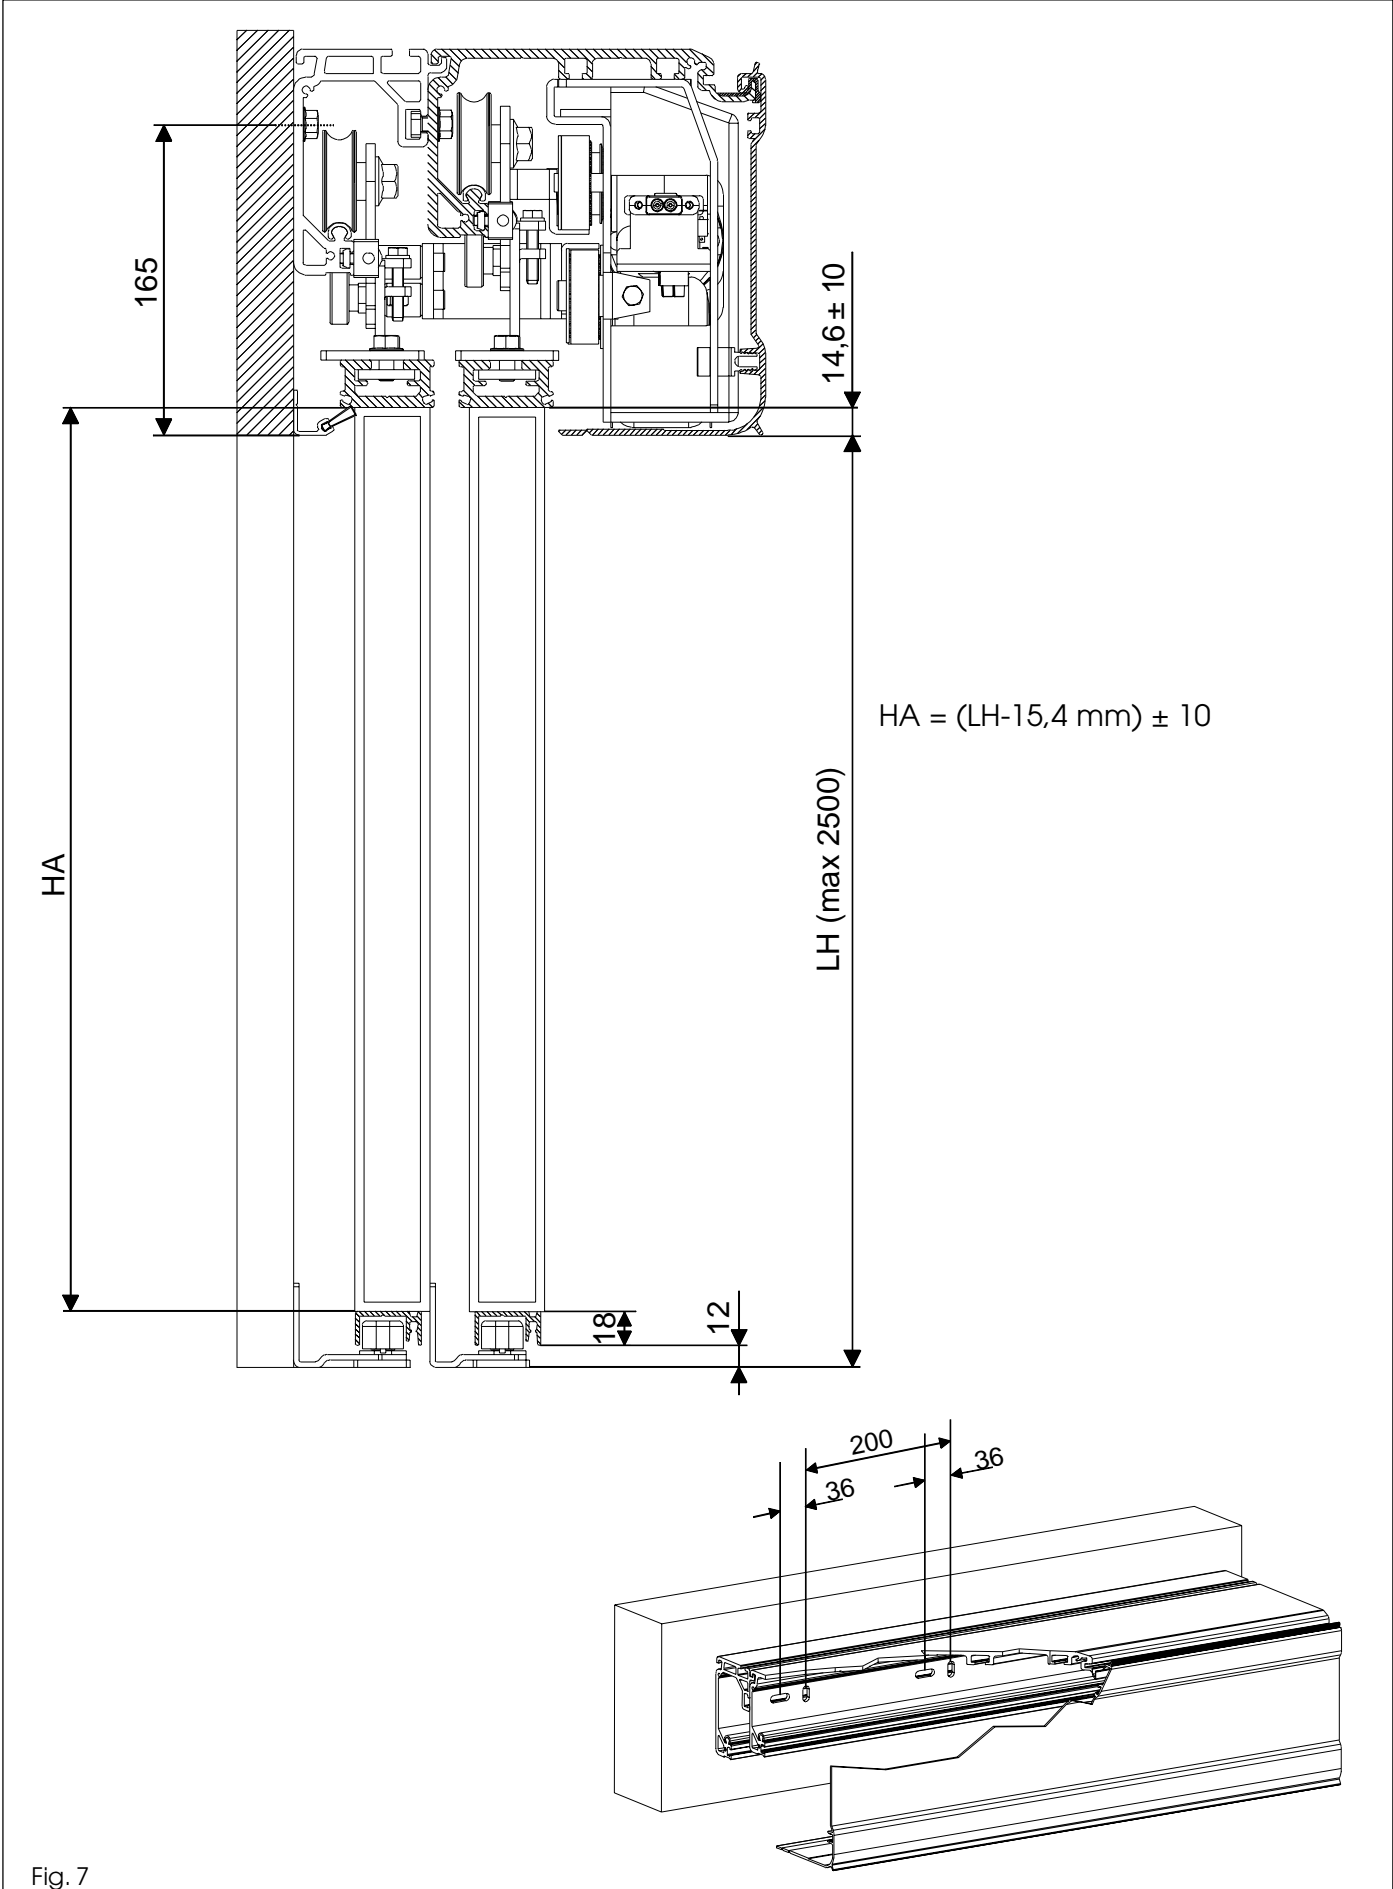

Fig. 7
•Stabilire l' esatta collocazione della traversa considerando gli ingombri di fig. 7. La traversa deve essere fissata parallela al pavimento.
•Fissare la traversa inizialmente in corrispondenza di un' asola verticale ad un' estremità, e di un' asola orizzontale all' altra estremità (utilizzando viti M8 e appositi tasselli) e livellare parallelamente al pavimento. Eseguire un fissaggio centrale sollevando con forza la traversa per allineare i tre punti di fissaggio. Procedere con i restanti fissaggi alternando asole verticali e orizzontali (fig. 7).